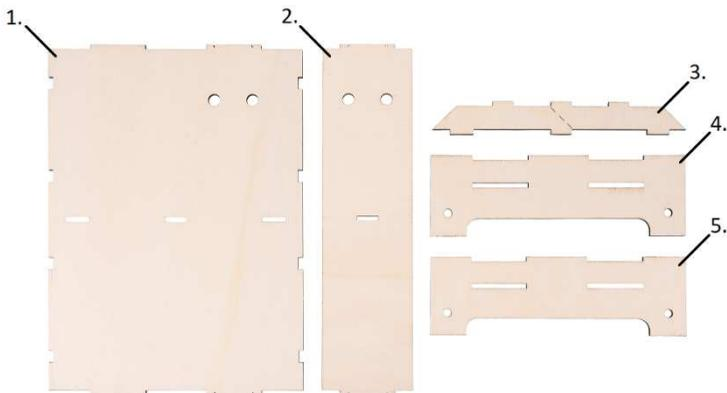

Abbildung 1.: 1. = breites Trassenbrett; 2. = schmaleres Trassenbrett; 3.=
1. Befestigen des gewünschten unteren Trassenbretts [siehe Abb.1: 1. / 2.] in die untere Nut der beiden Kopfplatten [siehe Abb.1: 4. / 5.] mit Holzleim
2. Einfügen des Verbindungsstücks [siehe Abb. 1: 3.] in Nut(en) des unteren Trassenbretts
3. Aufkleben des oberen (gewünschten Trassenbretts (schmal oder breit) in Nut der Kopfplatten [siehe Abb.1: 4. / 5.]